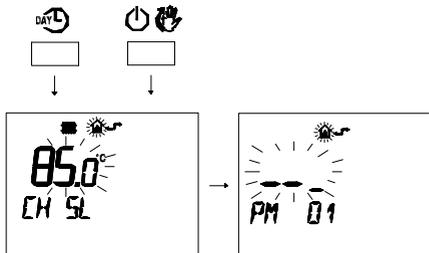

Figura 5.86
- Premere contemporaneamente i pulsanti DAY e \odot per entrare nella programmazione trasparente (Figura 5.86)